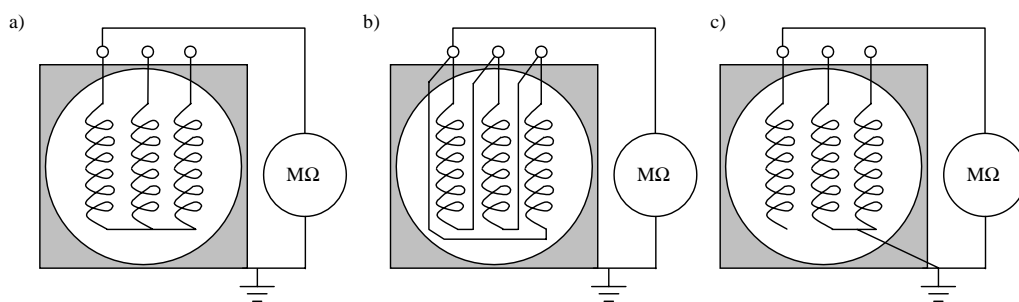

Рисунок 7-3 Подсоединение обмоток статора для измерений сопротивления изоляции
- Проверьте, чтобы вторичные подключения трансформаторов тока (СТ), включая свободные сердечники, были закрыты. См. *Рисунок 7-3 Подсоединение обмоток статора для измерений сопротивления изоляции*
Измерение сопротивления изоляции должно производиться в распределительной коробке. Обычно тест распространяется на все обмотки в группе, в таком случае измеритель подключен между корпусом машины и обмоткой, см. *Рисунок 7-3 Подсоединение обмоток статора для измерений сопротивления изоляции*. Корпус заземлен и три фазы обмотки статора остаются подключенными на нейтральную точку, см. *Рисунок 7-3 Подсоединение обмоток статора для измерений сопротивления изоляции*.
Если измеренное сопротивление изоляции всей обмотки ниже заданного и фазовые обмотки могут легко разъединиться друг от друга, каждую фазу можно измерить отдельно, но это возможно не во всех машинах. В таких случаях прибор подключен между корпусом машины и одной из обмоток. Корпус и две фазы, которые не измеряются, заземлены; см. *Рисунок 7-3 Подсоединение обмоток статора для измерений сопротивления изоляции*.